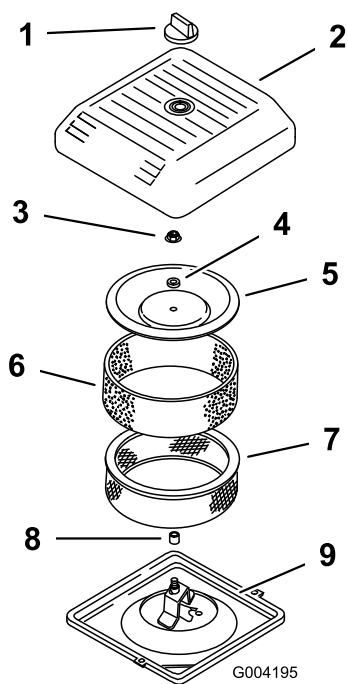

Figura 18
2. Svitare la manopola e togliete il coperchio del filtro dell'aria (Figura 18).
3. Fate scorrere attentamente il prefiltro in schiuma sintetica fuori dall'elemento di carta (Figura 18).
4. Svitare il dado del coperchio e togliete il coperchio, il distanziale e il filtro di carta (Figura 18).
2. Montate il gruppo filtro dell'aria sulla relativa base (Figura 18).
3. Montate il coperchio, il distanziale e fissatelo con il dado del coperchio (Figura 18). Serrare il dado ad una coppia di 11 Nm.
4. Montate il coperchio del filtro dell'aria e fissatelo con la manopola (Figura 18).